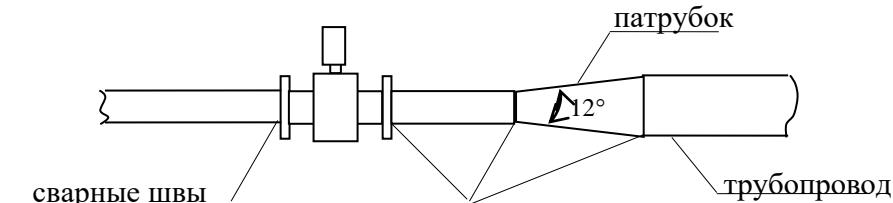

Рисунок 1
- внутренний диаметр трубопровода в месте разрыва должен быть равен  $D_u$  преобразователя с отклонением, не превышающим отклонения на внутренний диаметр стандартных труб по ГОСТ 8732-78; если отклонение диаметра превышает оговоренное ГОСТ 8732-78, то между преобразователем и трубопроводом следует приварить, выполняя требования к соосности, конические патрубки конусностью не более  $12^\circ$  (см. рисунок 1); допускается использовать вместо конических патрубков концентрические переходы по ГОСТ 17378-2001;